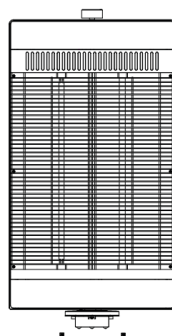

ABB. 2
2. Die beiden Schrauben unterhalb des Ofens sind zu entfernen (Abbildung 2).